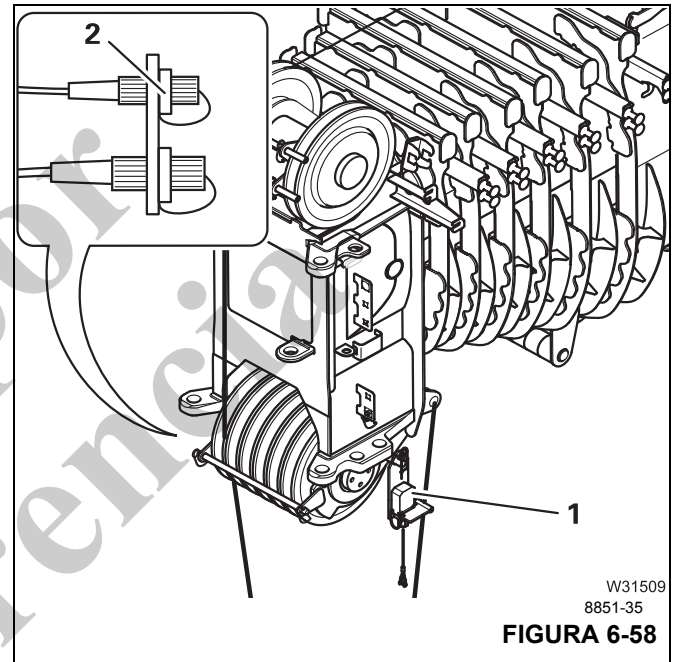

FIGURA 6-58
- Cubra el receptáculo que no se usa con una tapa protectora (2, Figura 6-58).
- Revise si se ha liberado el bloqueo en el interruptor de prevención del contacto entre bloques en uso, es decir (1), se ha soltado, consulte *Retiro del bloqueo*, página 6-41.